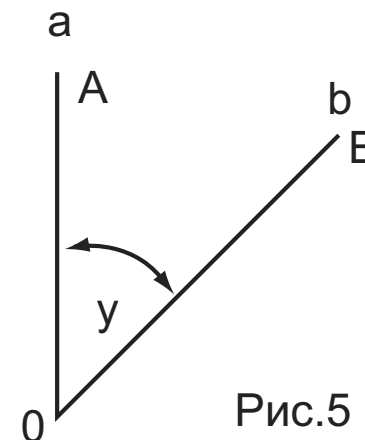

Рис.5
3.1. Наведите на рейку, установленную на точке А. Возьмите отсчет по горизонтальному кругу (рис. 5).